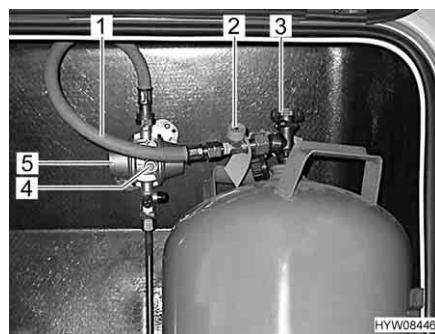

Fig. 35 Raccordo bombola del gas
- Chiudere la valvola principale di arresto (Fig. 35,3) della bombola del gas. Osservare la direzione della freccia.
- Svitare manualmente il tubo del gas (Fig. 35,1), dalla bombola del gas (filettatura sinistrorsa).
- Premere con forza il dispositivo antirottura della tubazione (Fig. 35,2) e tenerlo premuto per ca. 5 secondi.
- Premere con forza il pulsante verde (Fig. 35,4) del regolatore di pressione del gas (Fig. 35,5) e tenerlo premuto per ca. 5 secondi. La sorveglianza della pressione è attivata.